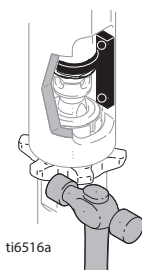

Fig. 13
- 5 Fig. 13. Loosen jam nut. Unscrew pump.